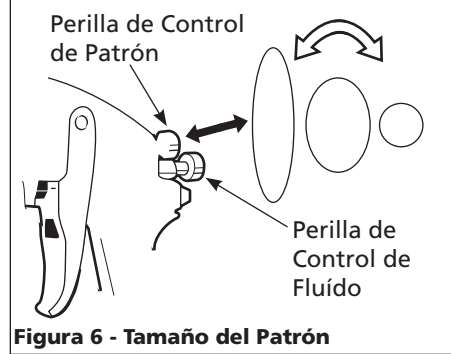

Figura 6 - Tamaño del Patrón
- mismo sentido de las agujas del reloj (Vea la Figura 6).
3. Gire la perilla de control totalmente en el mismo sentido de las agujas del reloj, para cerrarlo (Vea la Figura 6).